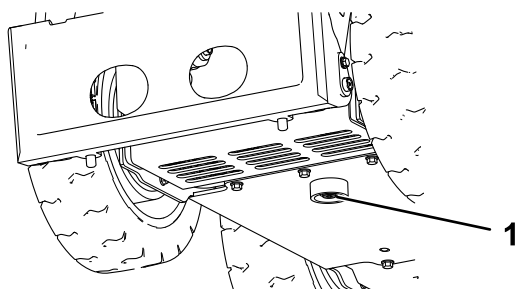

Figura 43
1. Perno (2)
6. Retire el tapón de vaciado de la parte inferior del depósito hidráulico y deje que se drene completamente el fluido (Figura 43).